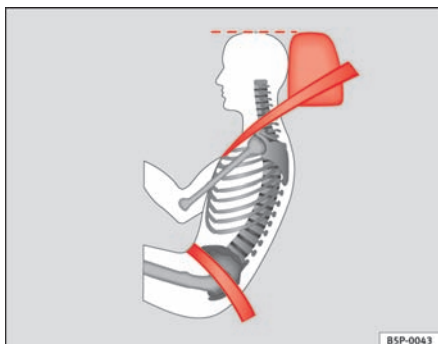

Fig. 14 Korrekt placering af sikkerhedssele og hovedstøtte set fra siden
- Sikkerhedsseles hoftedel skal sidde hen over hofterne og aldrig hen over maven. Sikkerhedssele skal sidde fladt og tæt ind til hofterne ⇒ side 25, fig. 14. Stram selv sele lidt, hvis det er nødvendigt.